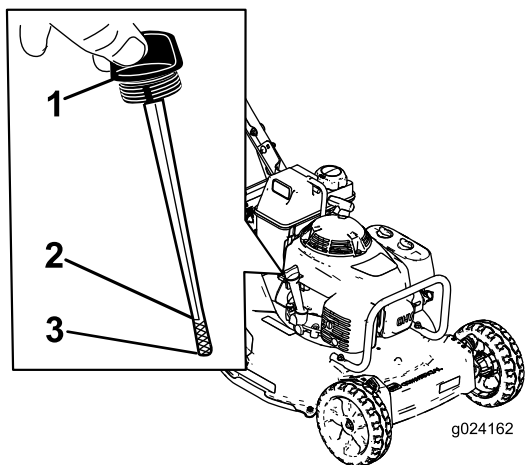

図 7
オイルの量がディップスティックの Add と Full のマークの間にあるかどうか、使用ごとに点検してください **図 7**。
2. ディップスティックの周囲をきれいにする 図 7。